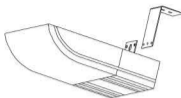

Рис. 4
4. Установите кронштейны на расстоянии друг от друга в соответствии с рисунком 1, закрепив их с помощью цепи или крепежа. (Рис. 4).
5. Подвесьте обогреватель на кронштейны в соответствии с рис. 4, закрепив сначала один край, а потом другой. Убедитесь, что винты надёжно затянуты.